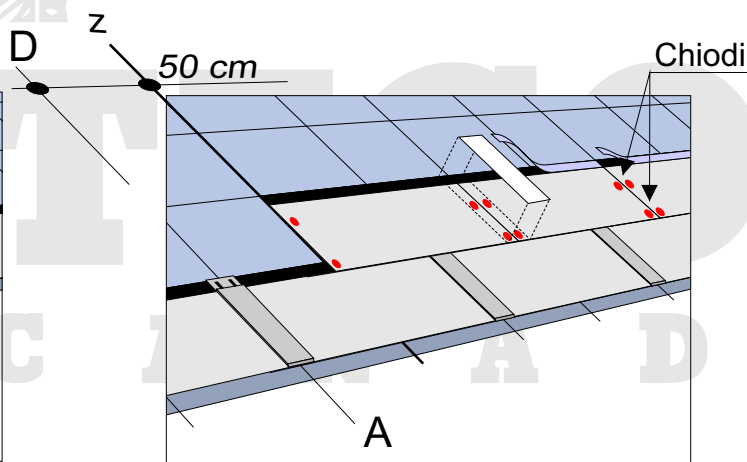

Fig. 9 - Seconda fila di tegole
- La posa della seconda fila di tegole inizia allineando la tegola mod. Compact alla linea di riferimento z (fig. 9) e chiodare;
- Togliere la protezione alla fascia autoadesiva della tegola applicare il Compact Strip (fig. 9);